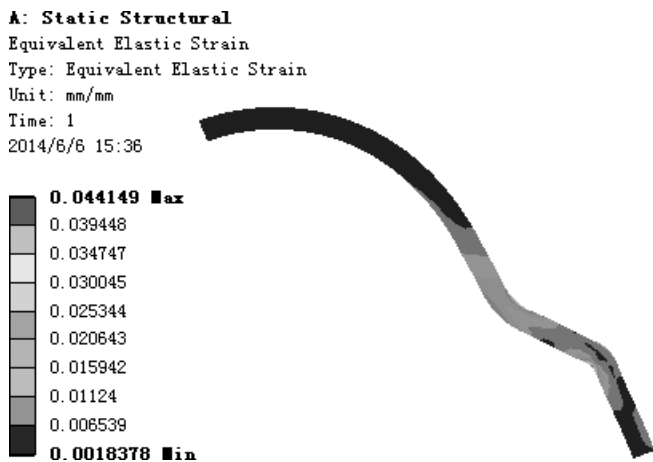

图 7.5.46 应变结果图解
(4) 查看应变结果图解。在“Outline”窗口中选中 Equivalent Elastic Strain，查看图 7.5.46 所示的应变结果，其最小应变为 0.0018378 mm/mm，最大应变为 0.044149 mm/mm。